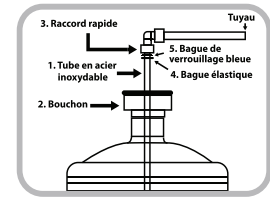
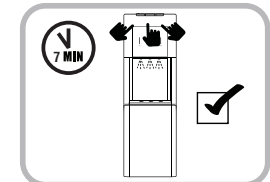

Fig.1
Fig.2
3. Installation du raccord de pompe de la bouteille d'eau (Fig. 1)
- A. Avec une bouteille d'eau de 3 ou 5 gallons (11 ou 19 litres) en position verticale à l'extérieur de l'appareil, juste devant l'armoire ouverte, placez le tube en acier inoxydable (1) à l'intérieur d'une bouteille contenant au moins un gallon d'eau (4 l) (insérer l'extrémité recourbée du tube dans la bouteille). Une partie du tube sera exposée sur le goulot de la bouteille. Il est normal qu'une partie supplémentaire du tube soit exposée lors de l'utilisation d'une bouteille d'eau de 3 gallons.
- B. Faites glisser le bouchon de la bouteille (2) sur le tube et appuyez-le sur l'ouverture de la bouteille pour le fixer.
5. Branchez le distributeur à la prise électrique. Veuillez lire au préalable les CONSIGNES DE SÉCURITÉ IMPORTANTES et les DIRECTIVES D'INSTALLATION. L'appareil va commencer à remplir les réservoirs d'eau chaude et d'eau froide (compter environ 7 minutes). Laissez l'eau reposer dans les réservoirs d'eau chaude et d'eau froide pendant 7 minutes. Appuyez sur chaque bouton de robinet d'eau (température chaude et froide) pour s'assurer que l'eau circule à travers l'appareil. (Fig. 2)